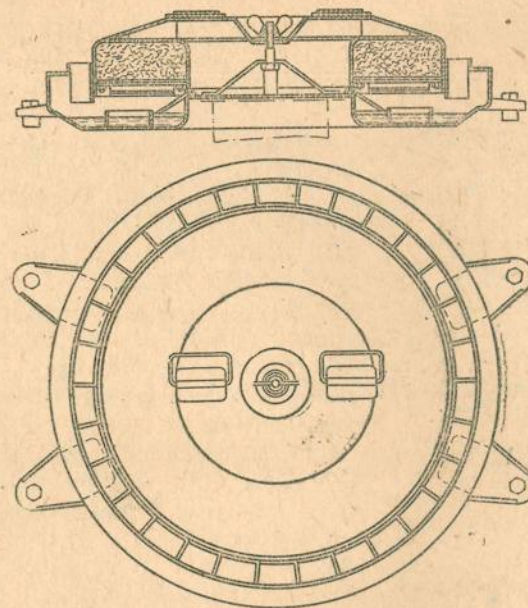

Рис. 66. Воздухоочиститель выпуска 1940 г.
2. Снять воздухоочиститель выпуска 1940 г. (рис. 66).